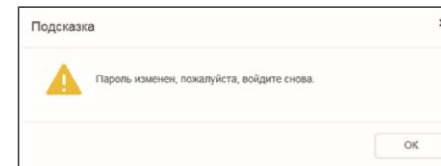

Рис. 3 Всплывающее окно
- Введите новый пароль в соответствии с подсказкой, нажмите кнопку «Сохранить», после чего появится всплывающее окно, как показано на рис. 3.